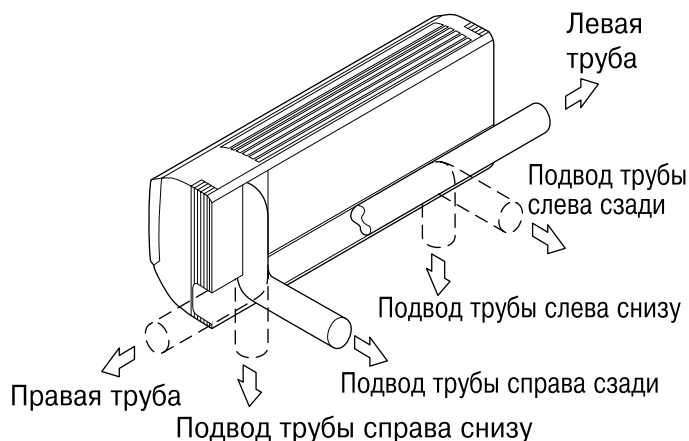

Рис. 3
- Трубопровод для хладагента и дренажную трубу можно вывести в 6 направлениях: слева, снизу слева, сзади слева, справа, снизу справа и сзади справа. (См. рис. 3)
- С использованием бумажного шаблона для монтажа (3) выберите направление для вывода трубопроводов и сделайте отверстие (φ80) в стене. Сделайте отверстие таким образом, чтобы обеспечить наклон дренажного трубопровода в нисходящем направлении. (См. раздел “6. РАБОТА С ДРЕНАЖНЫМ ТРУБОПРОВОДОМ”)